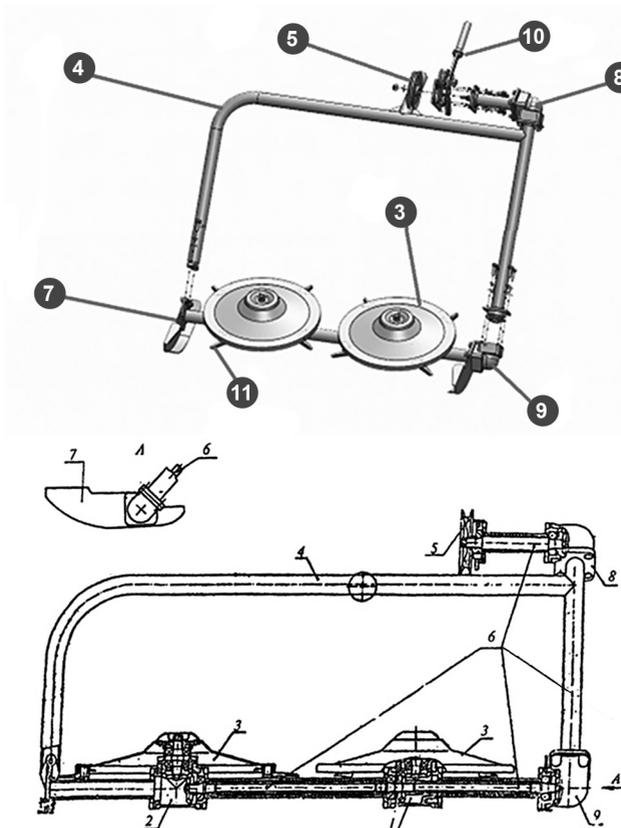

Рис.1 Расположение основных узлов и органов управления
Расположение основных узлов и органов управления косилки представлено на Рис.1.
Принцип работы косилки заключается в следующем: вращение шкива мотокультиватора через ремень передается на приводной шкив косилки 5 (Рис.1), от которого через приводные валы 6 передается на угловые редукторы 8,9 и, далее, на редукторы дисков 3. Под действием центробежной силы при вращении дисков ножи 11 расходятся и срезают траву.
- Для заполнения редуктора привода первого и второго дисков 1 и 2 (Рис. 1) необходимо расконтрить и отвернуть гайку 1 (Рис. 2), снять шайбу защитную 3 и диск 4, отвернуть четыре болта 5, снять пружинные шайбы и корпус вedomой шестерни 7.
- В полость корпуса редуктора 8 добавить 100 см³ смазки EP-0 или солидола ГОСТ 4366-76. Для заполнения верхнего углового редуктора 8 (Рис. 1) необходимо отвернуть четыре болта крепления редуктора к раме 4, затем снять редуктор 8 вместе с приводом от шкива 5. В полость редуктора добавить 50 см³ смазки EP-0 или солидола ГОСТ 4366-76. Сборку редуктора произвести в обратном порядке.
- Для заполнения нижнего углового редуктора 9 (Рис. 1) необходимо отвернуть четыре болта крепления редуктора к раме 4 и два болта крепления редуктора привода второго режущего диска 2 к раме 4, затем снять нижний угловой редуктор вместе с редуктором 1 и 2. В полость 9 добавить 50 см³ смазки EP-0 или солидола ГОСТ 4366-76. Сборку произвести в обратном порядке.